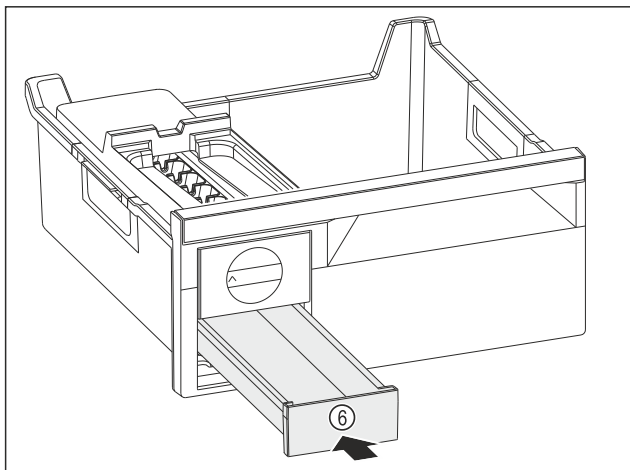

Fig. 182
- Įstumkite leduką stalčių Fig. 182 (6).